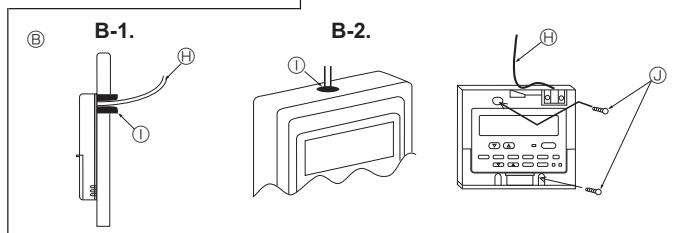

Fig. 6-3
(2) Den Wartungszugang des Fernbedienungskabel mit Kitt oder Dichtungsmittel abdichten, um das mögliche Eindringen von Tau, Wasser, Kakerlaken oder Würmern und Raupen zu verhindern. (Fig. 6-3)
[Fig. 6-3]